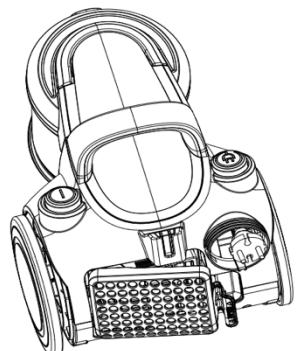

Fig.10
1) Zoals in fig.10, druk op de ontgrendeling van de afdekking om deze te openen.